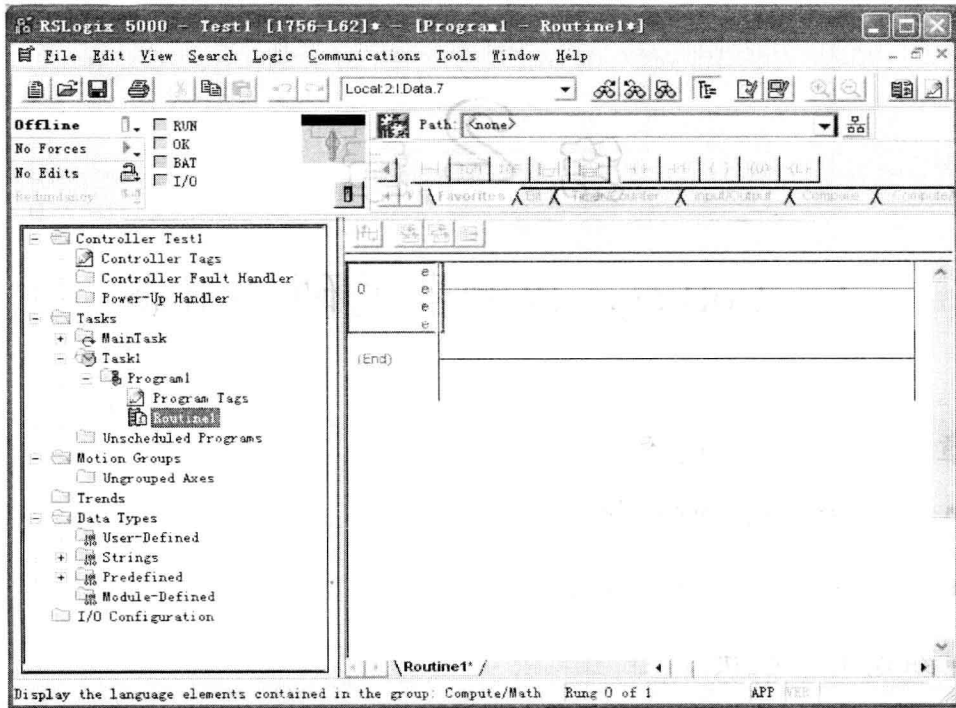

图 1-8 编程界面
8) 在 Controller Organizer 中点击 Routine1 图标，将显示如图 1-8 所示的编程界面。